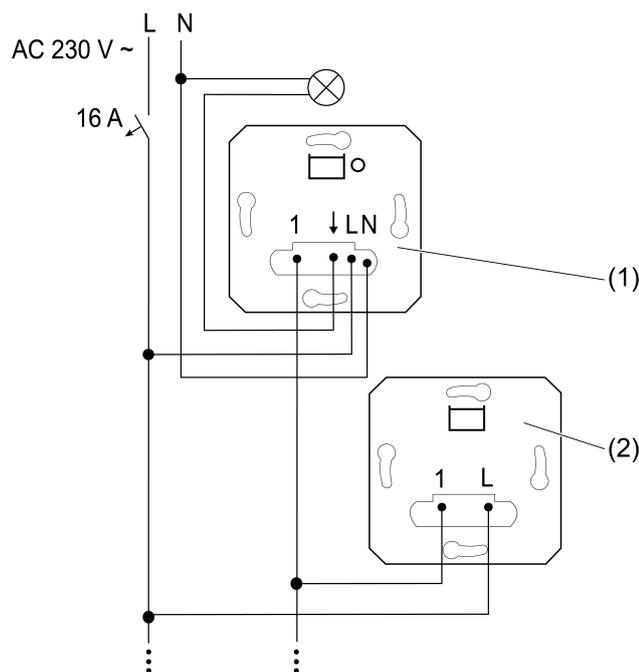
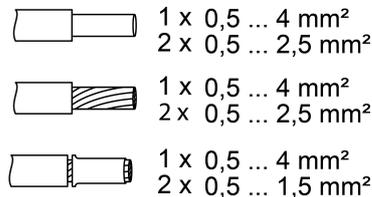

рисунок 1: Схема подключения 2-проводных подчиненных узлов
рисунок 2: Поперечные сечения проводов, на которые могут устанавливаться зажимы
- Подключение подчиненного узла (2) согласно схеме подключения (рисунок 1). При этом следует учитывать поперечные сечения проводов, на которые могут устанавливаться зажимы (рисунок 2).
- i** К одному главному узлу (1) можно подключить любое количество 2-проводных подчиненных узлов (2) (рисунок 1).